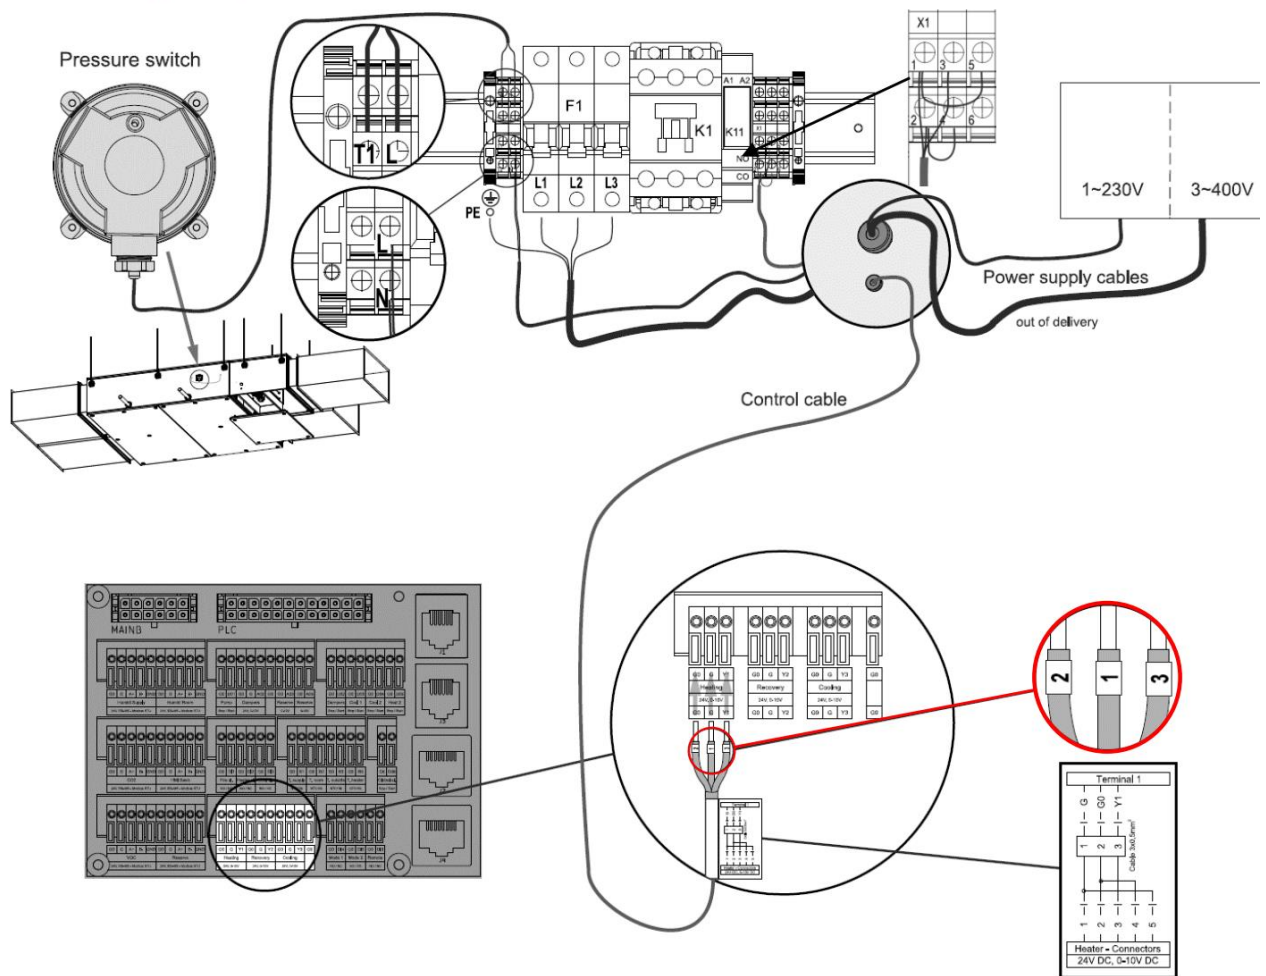

Рис. 14. Подключения электроннагревателя.
Выполните все подключения (питание и управление) электронагревателя, как показано на рис. 14.
- Кабель датчика давления — будет подсоединен к клеммам T1 и L электроннагревателя (рис. 14).
- Кабель питания (3x400В переменного тока) — подключается через силовой ввод (внешний) и соедин. с клеммами питания L1, L2 и L3, расположенными на выключателе питания F1 (рис. 14).
- Вспомогательный кабель питания (1x230В переменного тока) подключается через силовой ввод и соедин. с клеммами L и N (рис. 14).
- Кабель сигнала управления — подключается и соединяется с клеммной колодкой X1 (рис. 14).